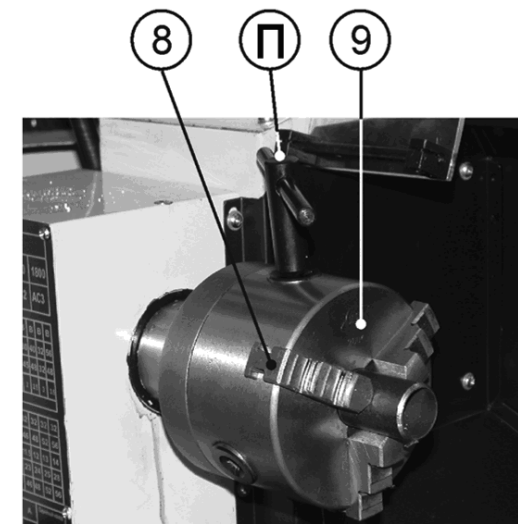

Рис. 9
10.1.4. При помощи Т-образного ключа патрона (П) раздвиньте кулачки (8) трёхкулачкового самоцентрирующегося патрона (9), вставьте заготовку и при помощи Т-образного ключа патрона (П) зажмите заготовку в трёхкулачковом самоцентрирующемся патроне (9). Извлеките Т-образный ключ патрона (П) из гнезда трёхкулачкового самоцентрирующегося патрона (9), Рис. 9.
Для установки кулачков (8) сохраняйте последовательность в обратном порядке, соблюдая очередность кулачков (8), Рис. 9.